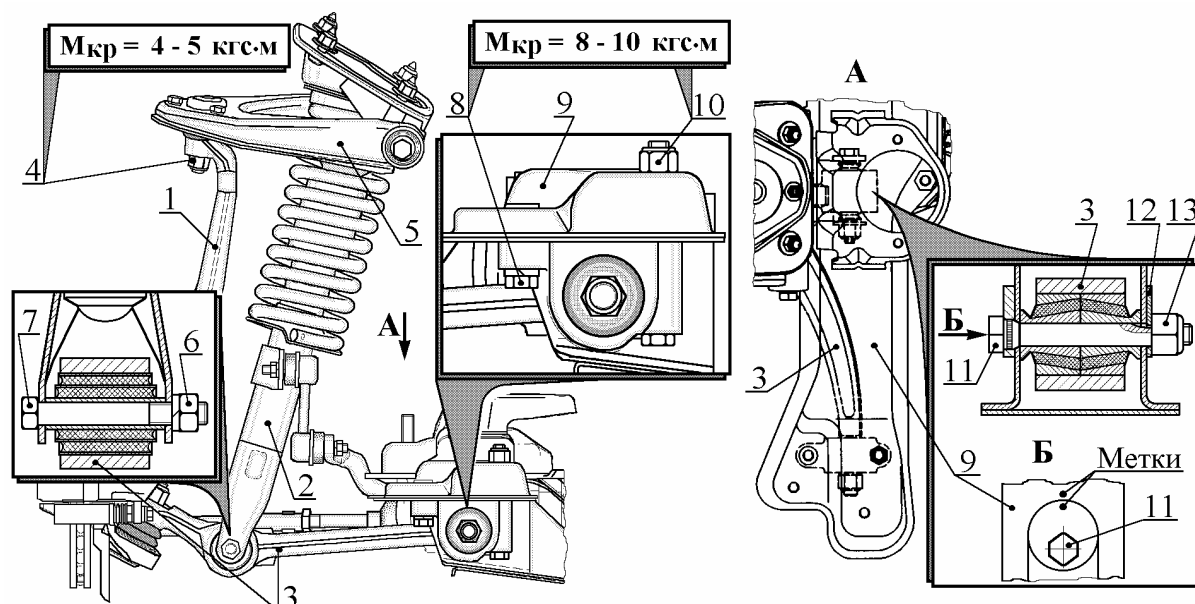

Рис. 9. Установка поворотной стойки со ступицей, тормозом и нижним рычагом в сборе:
5.3. Установить левую и правую поворотные стойки 1 (рис. 9) со ступицей, тормозом и нижним рычагом 3 в сборе в последовательности, обратной снятию (см. пп. 4.9, 4.10), при этом руководствоваться следующими техническими требованиями: